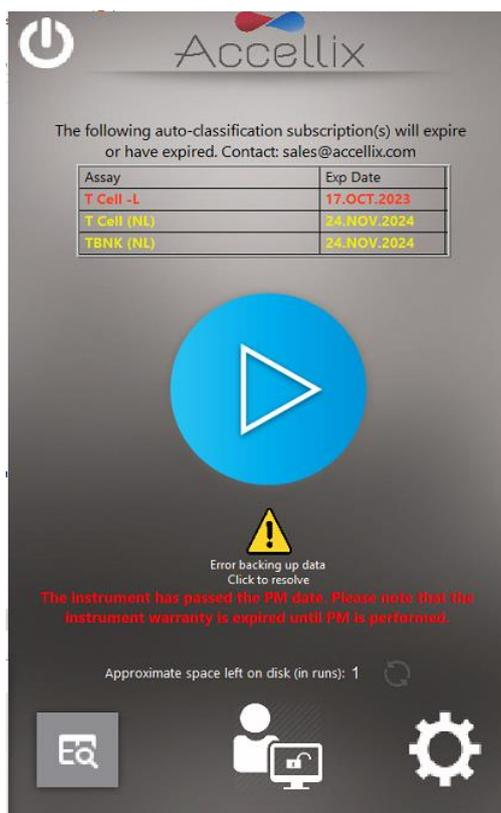

Figure 15 : écran Accueil avec connexion activée, affichant le statut de l'abonnement, le bouton Recopier et le statut de MP
**Remarque :** si les abonnements en classification automatique sont activés et qu'un abonnement à un test doit expirer au cours des 6 prochaines semaines, le nom du test et sa date d'expiration apparaissent en **jaune** dans un tableau au-dessus du bouton bleu Start (Démarrage). Si l'abonnement à un test a déjà expiré, le nom du test et sa date d'expiration apparaissent en **rouge** (Figure 15).
**Remarque :** si des fichiers n'ont pas été copiés correctement sur l'emplacement de sauvegarde, un bouton jaune d'avertissement affichant un triangle avec point d'exclamation (!) apparaît sous le bouton bleu **Start** (Démarrage) (Figure 15). Cliquez sur ce bouton pour afficher l'écran Show Errors (Afficher les erreurs) (voir la section 12.4 Fonctions de gestion des erreurs).
**Remarque :** si la date de la maintenance préventive (MP) est dépassée pour un instrument, un avertissement apparaît sous le bouton bleu **Start** (Démarrage) (Figure 15). Contactez l'assistance d'Accellix pour prévoir la maintenance dès que possible.